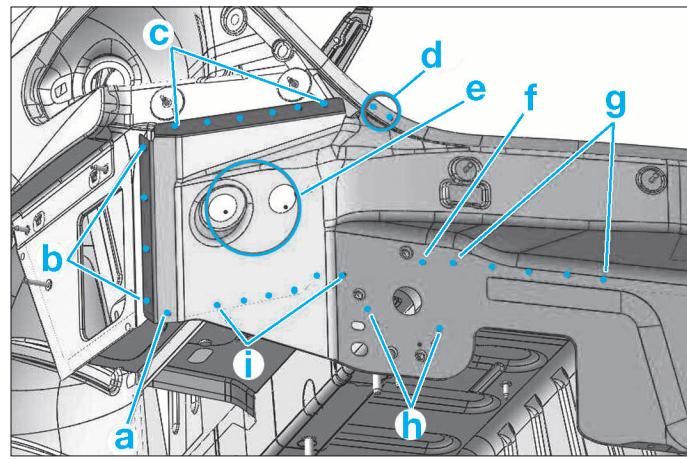

FIG. 92
- Fraser (Fig.92) :
- (a), (b), (c), (d), (e), (f), (g), (h) et (i) par points électriques (Fig.92).